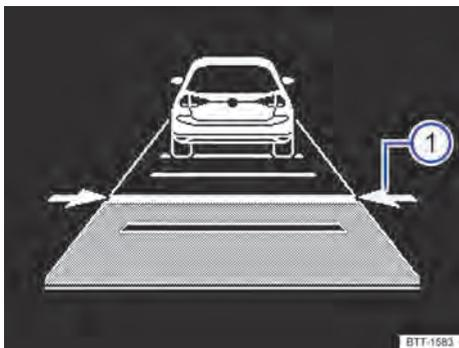

Fig. 143 No display do instrumento combinado: distância configurada ① (representação esquemática, ACC regulando).
O display do instrumento combinado indica o nível regulado → Fig. 143 ①. Devem ser seguidas as prescrições para a distância mínima, específicas do respectivo país.